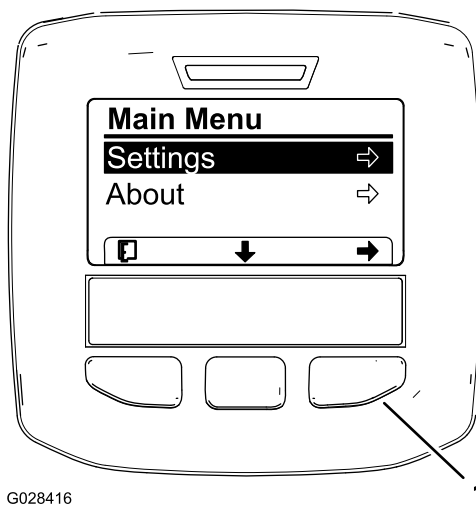
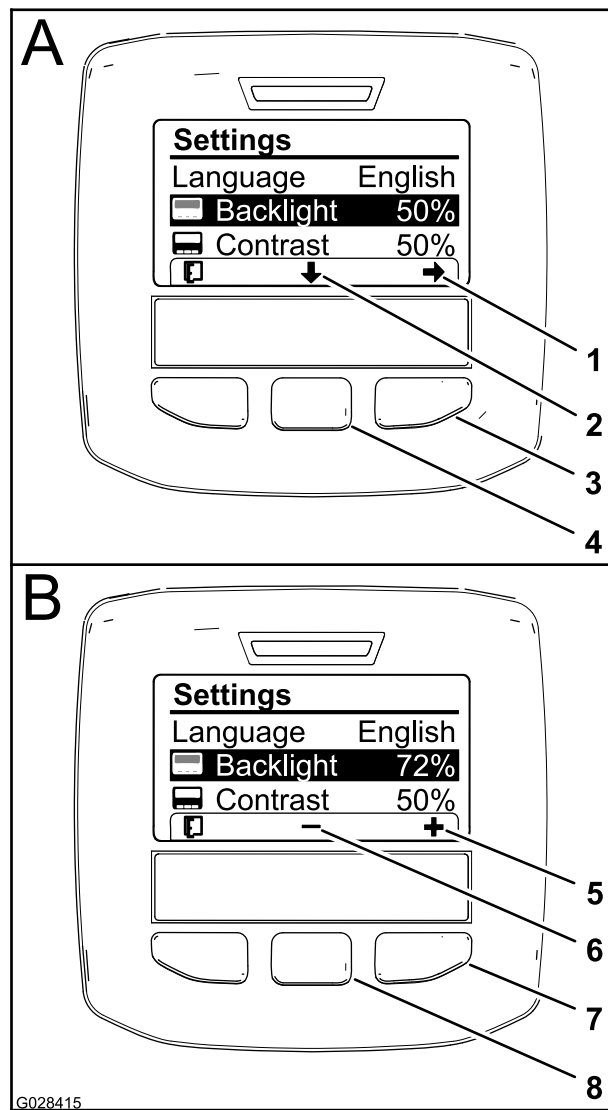

Figura 62
Figura 64
3. Premete il pulsante di selezione centrale per accedere al menu Principale (Figura 62).
5. Premete il pulsante di selezione sinistro per salvare la /le vostra/e selezione/i, uscire dal menu Impostazioni e tornare al menu Principale (Figura 62).
(il pulsante sotto l'icona a forma di freccia rivolta verso il basso nel display) per spostare l'opzione selezionata verso le impostazioni della Retroilluminazione (Figura 64).
3. Premete il pulsante di selezione destro per visualizzare il contesto della regolazione del valore (Figura 64).
- Usate il pulsante di selezione centrale e il pulsante di selezione destro per modificare il livello di luminosità del display (Figura 64).
- Premete il pulsante di selezione sinistro (il pulsante sotto l'icona dell'elenco nel display) per salvare la vostra selezione, uscire dal menu della Retroilluminazione e tornare al menu delle Impostazioni (Figura 64).
- Per regolare il livello del contrasto del display, premete il pulsante di selezione centrale (il pulsante sotto l'icona a forma di freccia rivolta verso il basso nel display) per spostare l'opzione selezionata verso le impostazioni del Contrasto (Figura 64).
- Premete il pulsante di selezione destro per visualizzare il contesto della regolazione del valore (Figura 64).
- Premete il pulsante di selezione sinistro (il pulsante sotto l'icona dell'elenco nel display) per salvare la vostra selezione, uscire dal menu del Contrasto e tornare al menu delle Impostazioni (Figura 64).
- Premete il pulsante di selezione sinistro per uscire dal menu Impostazioni e tornare al menu Principale (Figura 62 e Figura 64).
- Premete il pulsante di selezione sinistro per tornare alla schermata iniziale (Figura 64).